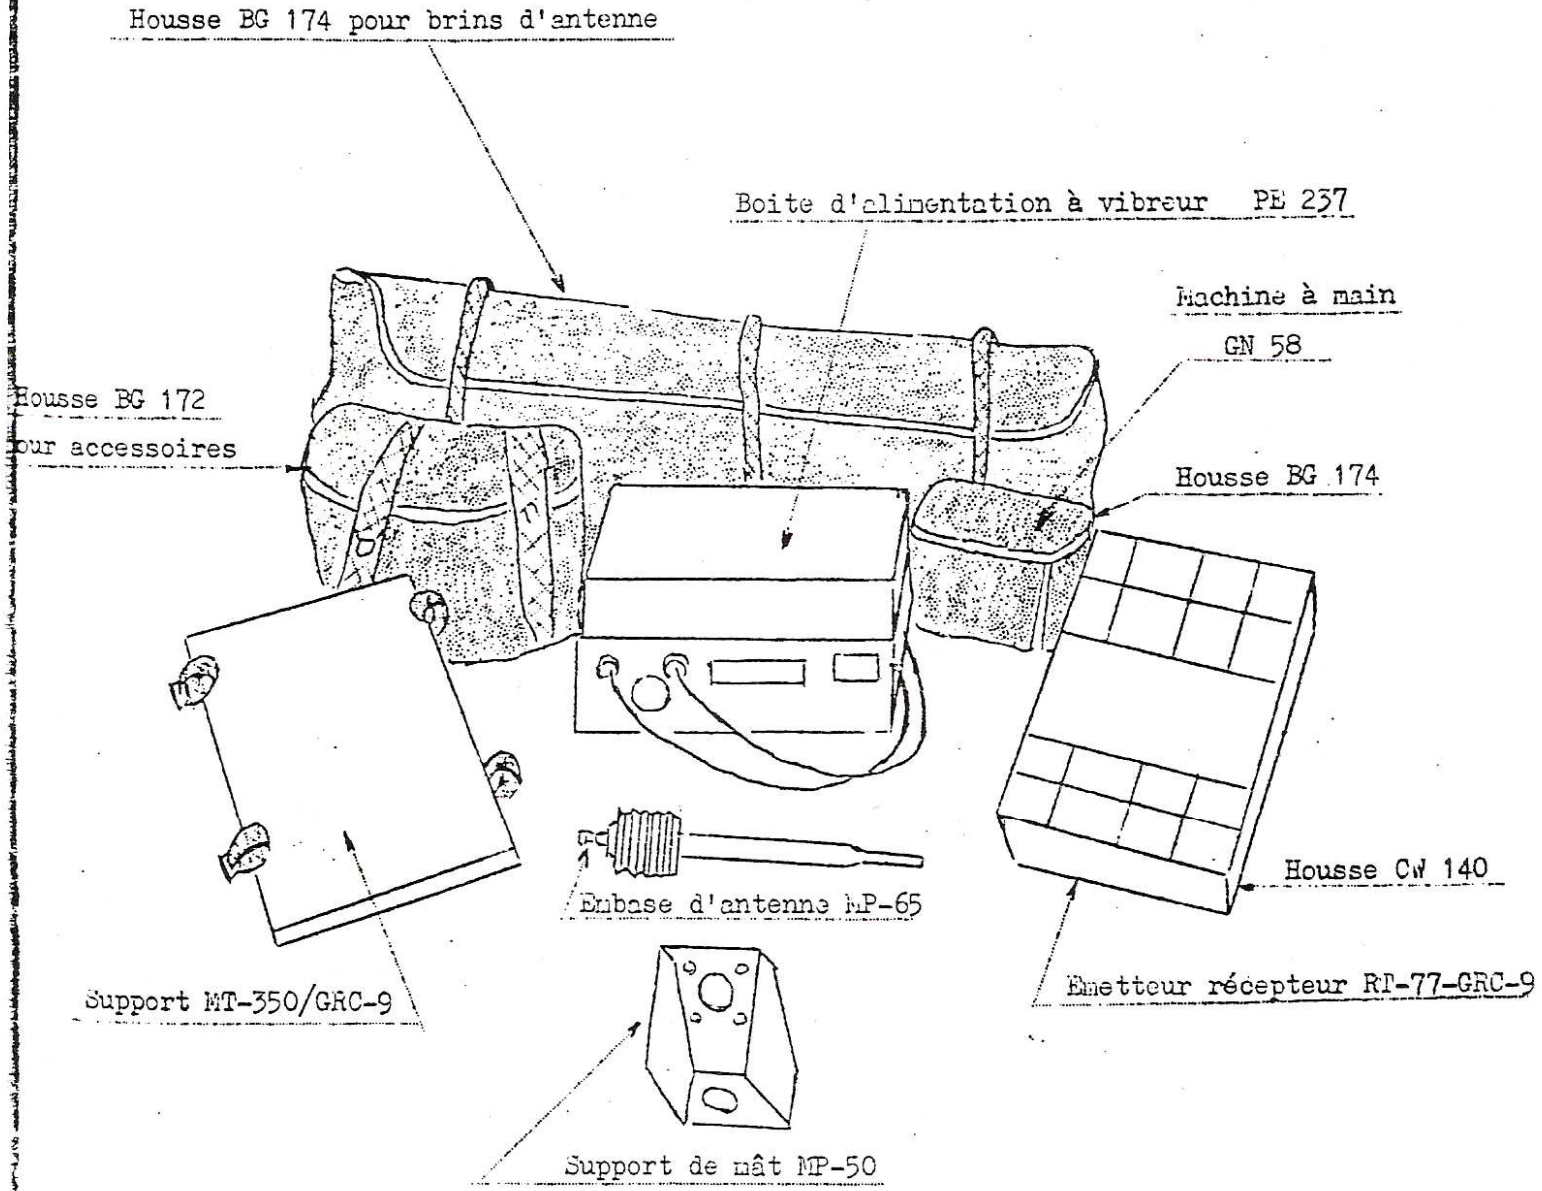

FIGURE 1a .- UNITE COLLECTIVE
3.2) Vue de l'ensemble (voir figures 1a - 1b - 1c )